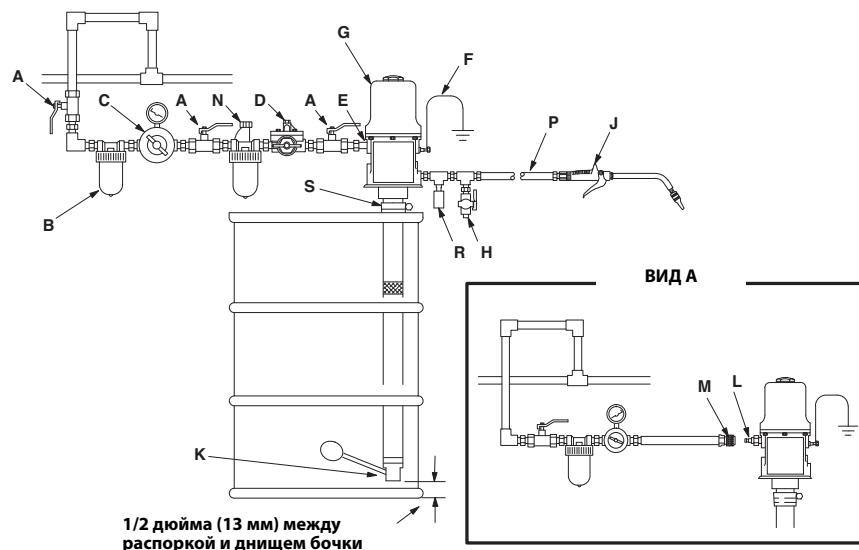

Рис. 2: Типовая схема установки
- Установите насос на крышку бочки таким образом, чтобы расстояние между отверстием для впуска жидкости в насос и нижней частью бочки составляло 13 мм (1/2 дюйма). (Рис. 2)
См. Рис. 2, касающийся указанных ниже инструкций.
- Установите отсечной клапан насоса (D), чтобы перекрывать подачу воздуха, если скорость работы насоса превысит предварительно заданную настройку. Слишком быстрая работа насоса может привести к его повреждению.
- Установите автоматическую масленку (N) на трубопроводе сжатого воздуха для смазывания пневматического двигателя.
- Установите главный пневмораспределитель воздуховыпускного типа (A), предназначенный для выпуска воздуха, который скапливается между этим клапаном и двигателем. В качестве альтернативы можно установить быстроразъемную муфту (M) линии подачи воздуха и фитинг (L) для выполнения функции устройства выпуска воздуха. См. Рис. 2.
- Установите комплект тепловой разгрузки (K) на сторону насоса с раздаточным клапаном.
- Установите пневматический регулятор (C) для управления скоростью и давлением насоса.
- Установите фильтр (B) линии подачи воздуха, который удаляет вредные загрязняющие вещества из подаваемого сжатого воздуха. Установите еще один главный пневмораспределитель воздуховыпускного типа (A) для изоляции принадлежностей при проведении технического обслуживания.
- Установите дренажный клапан (H) рядом с отверстием выпуска жидкости из насоса.
- Установите подходящий шланг для жидкости (P) и раздаточный клапан (J).
**ПРИМЕЧАНИЕ:** Установите принадлежности для линии подачи воздуха в порядке, указанном на Рис. 2.